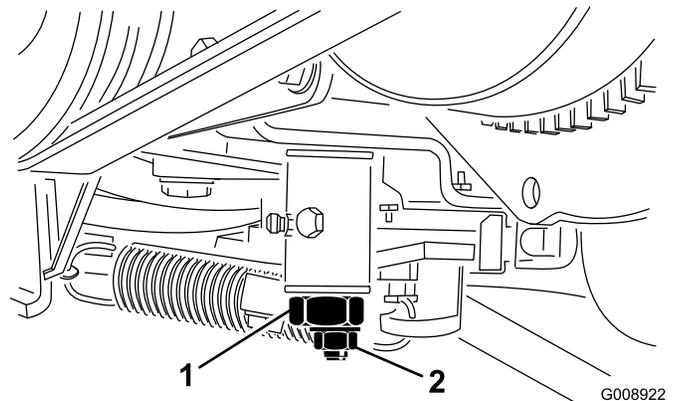

Bild 49
2. Lockern Sie den Anschluss des Gaszuges am Arm der Einspritzpumpe (Bild 49).